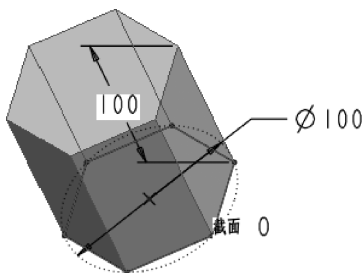
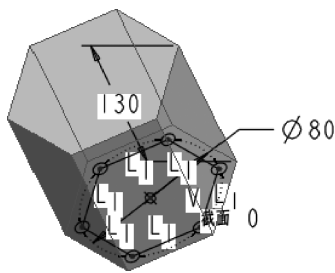

图4-90 特征尺寸
图4-91 修改尺寸
(1) 单击【文件】工具栏中的【打开】按钮,打开文件“liti4-6.prt”。
(2) 在模型树中选择特征“拉伸1”,按下鼠标右键,在弹出的快捷菜单中选择【编辑】选项,图形区将显示“拉伸1”特征的所有尺寸,如图4-90所示。
(3) 双击直径尺寸“ $\phi 100$ ”,在出现的组合框中输入数值“80”,按〈Enter〉键接受该数值。
(4) 双击高度尺寸“100”,在出现的组合框中输入数值“130”,在图形区单击鼠标中键接受该数值,此时立体的大小没有发生变化,图形如图4-91所示。